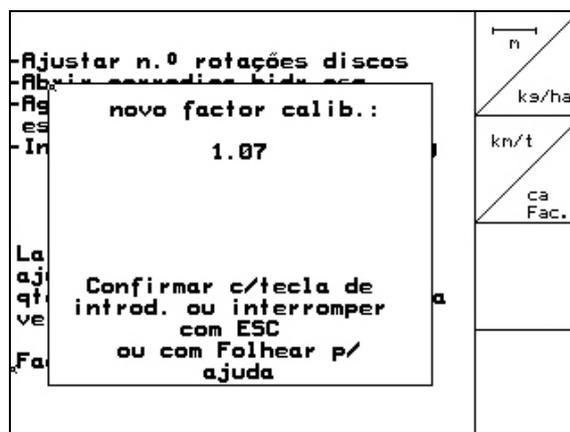

Fig. 22
- É indicado o novo factor de calibração (Fig. 22)